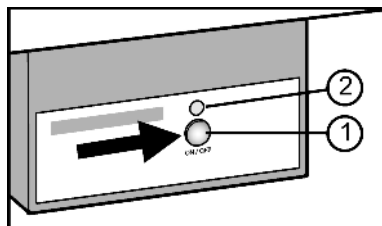

Fig. 17
- ▶ Appuyer sur la touche On/Off Fig. 17 (1) afin que la DEL Fig. 17 (2) s'allume.